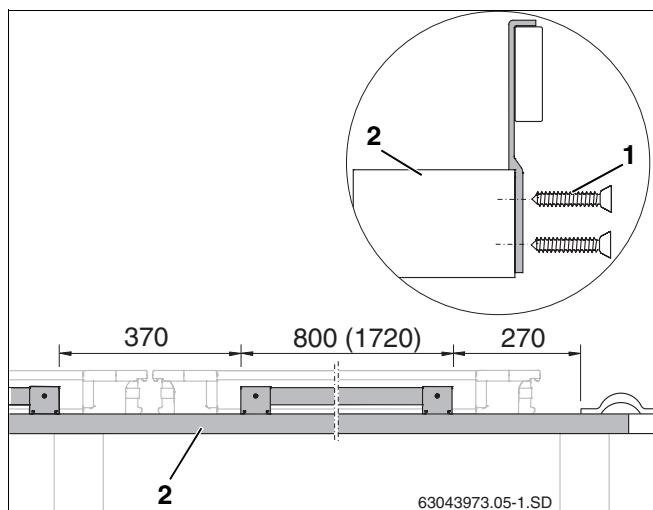

Рис. 11 Установка креплений от сползания на обрешетке крыши (размеры в мм, размер в скобках = для горизонтального исполнения коллекторов)
- Установите предварительно смонтированное крепление от сползания на первую рейку дополнительной обрешетки (рис. 11, **поз. 2**) и закрепите двумя саморезами 4×10 (рис. 11, **поз. 1**) (соблюдайте размеры).